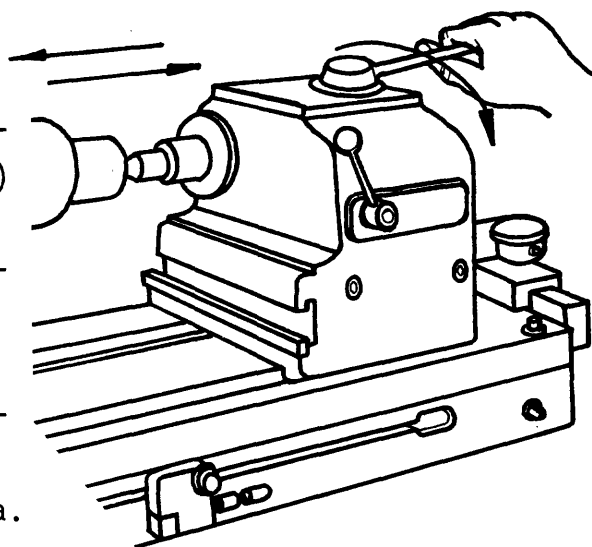

Fig. 7
- ___d Accione la palanca correspondiente al husillo de la contrapunta (fig. 7) y monte la pieza.